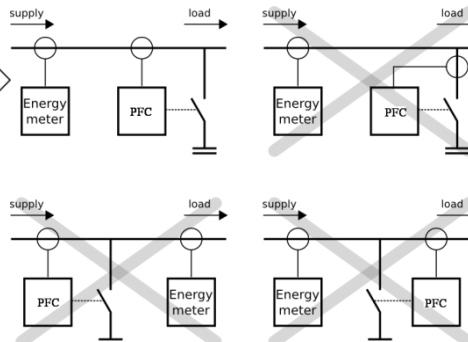
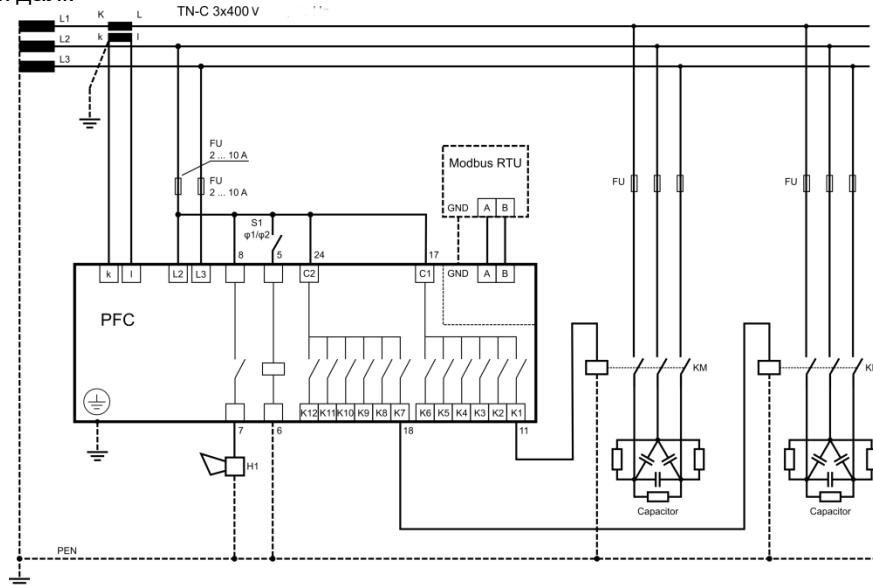

Рис. 4 Підключення регулятора до системи
Рис. 5 Підключення регулятора PFC 12 RS, 400V AC
1. Підключіть регулятор відповідно до схеми Рис. 5.
струм навантаження та конденсаторний струм. Приклади підключення показані на Рис. 4. Розширена схема підключення зображена на Рис. 5. При компонуванні установки компенсації реактивної потужності існує правило, що ступені однакової потужності повинні бути підключені поспіль.